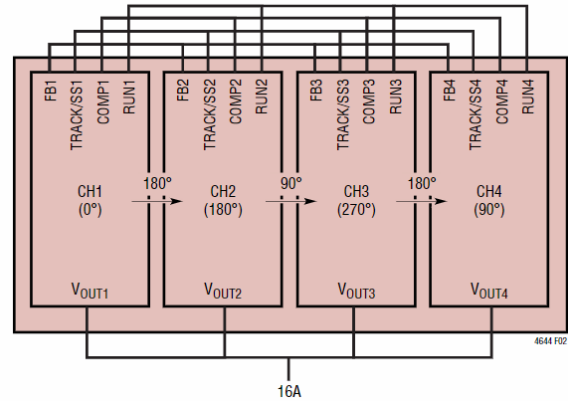
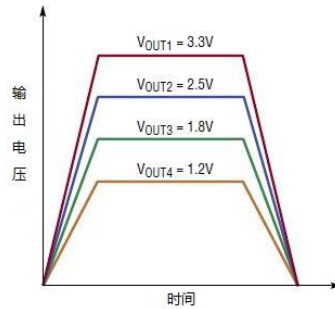

图 28 4 通道并联示意图
图 29 输出比跟踪波形
输出电压跟踪也可以使用每个稳压器通道的TRACK / SS引脚在外部进行编程。可以使用另一个调节器上下跟踪输出。图28和图29显示了比例跟踪的示例波形和示意图，其中从属调节器（VOUT2，VOUT3和VOUT4）的输出压摆率
(BOT) 是从属调节器的TRACK / SS引脚上的电阻分压器，如图29所示。按照上面的等式，主机的输出压摆率 (MR) 和从机的输出压摆率 (SR) 以伏/时为单位由下式确定：
重合输出跟踪可以被识别为特殊比例输出跟踪，其主机输出转换速率(MR)与从机输出转换速率(SR)相同，如图29所示的波形。